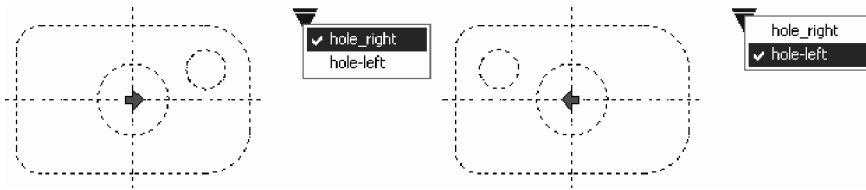

Fig. 6.107 Alegerea variantelor pentru un bloc dinamic
12. Se selectează blocul. Apare simbolul specific acțiunii definite anterior – *Lookup*. Acționând cu *mouse*-ul asupra acestuia, este afișată lista cu cele două configurații definite. Se poate opta astfel pentru una dintre ele, în care gaura laterală este plasată în partea dreaptă, respectiv în partea stângă – Fig. 6.107.